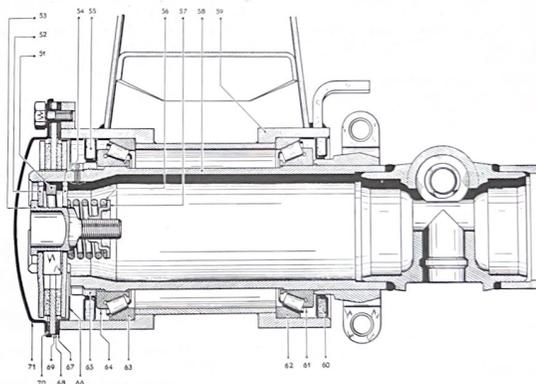

Fig. 5.2.—Sección en el brazo y travesaño delanteros.
b) Aflojar el tirante para liberar el cuchillo (1) de suspensión.
c) Retirar una de las grapas de retención (2) del cuchillo (1) y retirar dicho cuchillo.
5.1.0.5. *Retirar del travesaño del tren delantero los dos brazos de suspensión (fig. 5.2).*